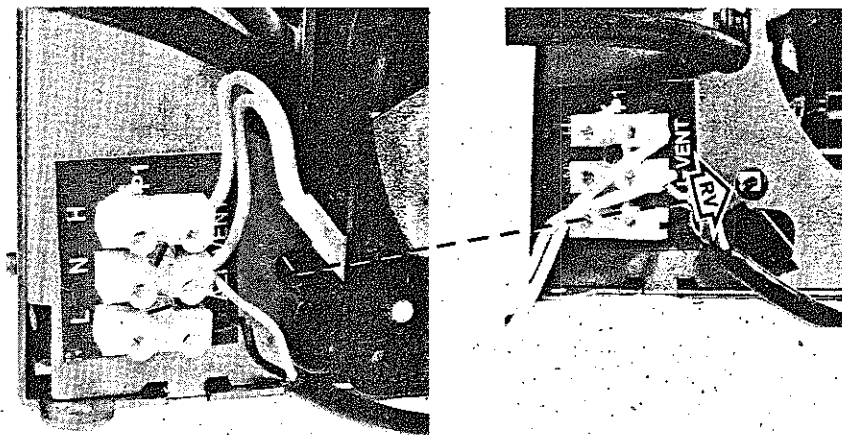

Fig. 12
- Agire sul potenziometro RV (fig. 12) fino a portare l'uscita +5 ad un valore di $+5V \pm 0\%$